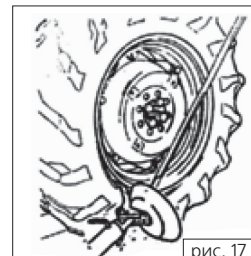
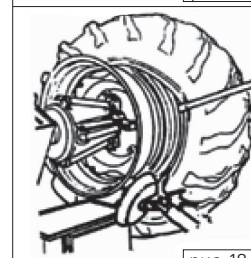
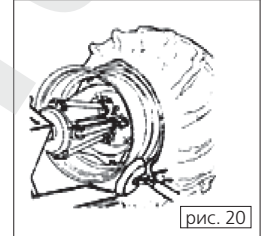

рис. 17
рис. 18
рис. 20
- (1) Установите инструментальную консоль (9) в исходное положение, переведите ее к внешней стороне колеса и зафиксируйте в рабочем положении.
- (2) Вращайте колесо, одновременно с этим переведите монтажный палец вперед и установите его между ободом и бортом шины.
- (3) Поверните обод так, чтобы он был на расстоянии 4–5 см от инструмента. Это позволит избежать соскальзывания борта с инструмента.
- (4) Переведите монтажный палец к внешнему краю обода.
- (5) Вставьте монтировку между ободом и бортом справа от инструмента (рис. 17).
- (6) Нажмите на монтировку и опустите колесо до тех пор, пока край обода не окажется на расстоянии 5 мм от монтажного пальца.
- (7) Вращайте колесо против часовой стрелки, чтобы снять один из бортов шины.
- (8) Переведите инструментальную консоль в нерабочее положение, опустите консоль, чтобы шина оказалась на платформе (4). Установите платформу так, чтобы образовался небольшой зазор, необходимый для выемки камеры.
- (9) Выньте камеру и снова поднимите колесо.
- (10) Переведите инструментальную консоль к внутренней части шины, разверните монтажный палец на 180° и опустите консоль в рабочее положение. Установите палец между ободом и бортом шины и вращайте колесо до тех пор, пока борт не окажется у переднего края обода.
- (11) Установите обод на расстоянии 4–5 см от инструмента.
- (12) Установите монтажный палец на 3 мм вглубь обода.
- (13) Установите монтировку между ободом и бортом шины справа от монтажного пальца (рис. 18).
- (14) Нажмите на монтировку, опустите колесо до тех пор, пока обод не окажется на расстоянии 5 мм от монтажного пальца. Вращайте колесо против часовой стрелки, чтобы полностью снять шину.
- (1) Если обод снят с зажимного устройства, установите его обратно, как описано в разделе «Фиксация обода».
- (2) Смажьте оба борта шины и обод специальной смазкой.
- (3) Установите тиски на внешнем крае обода в крайней верхней точке (рис. 18). Убедитесь в том, что тиски правильно и надежно зафиксированы.
- (4) Установите шину на платформу и опустите консоль зажимного устройства (удерживайте фиксаторы в крайней верхней точке), чтобы сначала зацепить борт.
- (5) Поднимите обод с зафиксированным бортом шины и поверните его на 15–20 см против часовой стрелки. Шина будет располагаться под углом.
- (6) Переведите инструментальную консоль в нерабочее положение, установите ее ближе к внутренней части шины.
- (7) Убедитесь в том, что монтажный палец установлен правильно. В противном случае, разверните его на 180°.
- (8) Установите монтажный палец у внешнего края обода на расстоянии 5 мм от него.
- (9) Проверьте положение монтажного пальца и при необходимости измените его. Вращайте колесо против часовой стрелки до тех пор, пока тиски не окажутся в самой низкой точке. Сначала установите борт в правильное положение относительно обода, затем снимите тиски (рис. 20).
- (10) Отведите инструментальную консоль от шины.
- (11) Переведите инструментальную консоль в исходное положение, затем установите ее на внешней стороне шины.
- (12) Разверните инструмент на 180°.
- (13) Вращайте колесо до тех пор, пока ниппель не окажется в крайней нижней точке.
- (14) Установите платформу (10) под колесом и опустите консоль (5) так, чтобы шина оказалась на платформе. Установите платформу так, чтобы между шиной и ободом образовался небольшой зазор, необходимый для выемки камеры.